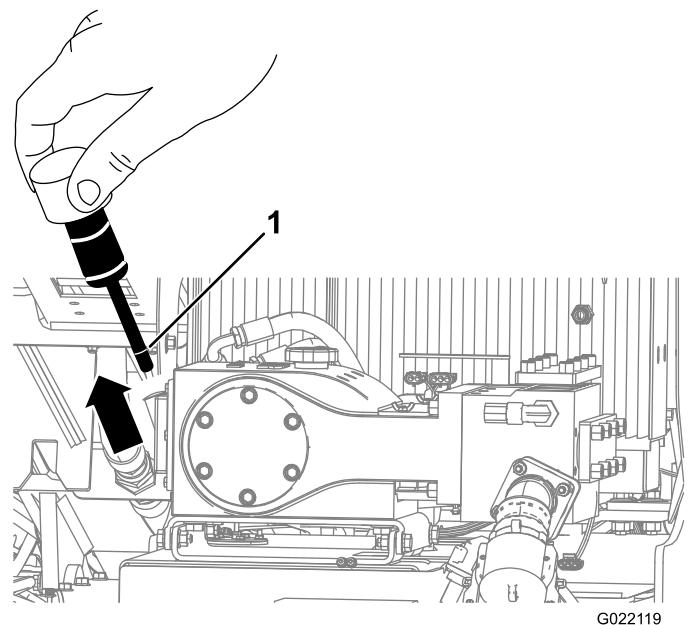
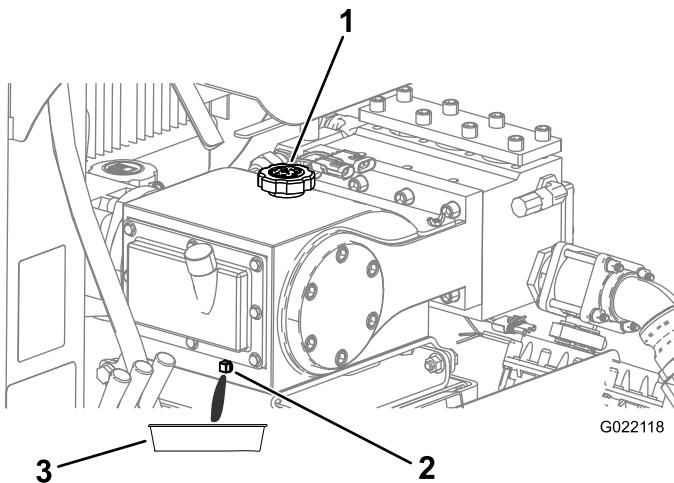

Figure 111
Figure 112
3. Retirez la jauge (Figure 111).
4. Vérifiez que le niveau d'huile atteint le trait de remplissage, comme montré à Figure 111.
4. Enlevez le bouchon de vidange et placez un bac de vidange sous le trou du bouchon de vidange (Figure 112).
6. Attendez que toute l'huile s'écoule dans le bac de vidange (Figure 112).
8. Enlevez le bouchon de remplissage (Figure 112) et ajoutez environ 1,9 L (2 ptes) d'huile, ou suffisamment d'huile pour que le niveau atteigne le trait de remplissage sur la jauge, comme montré à la Figure 111.